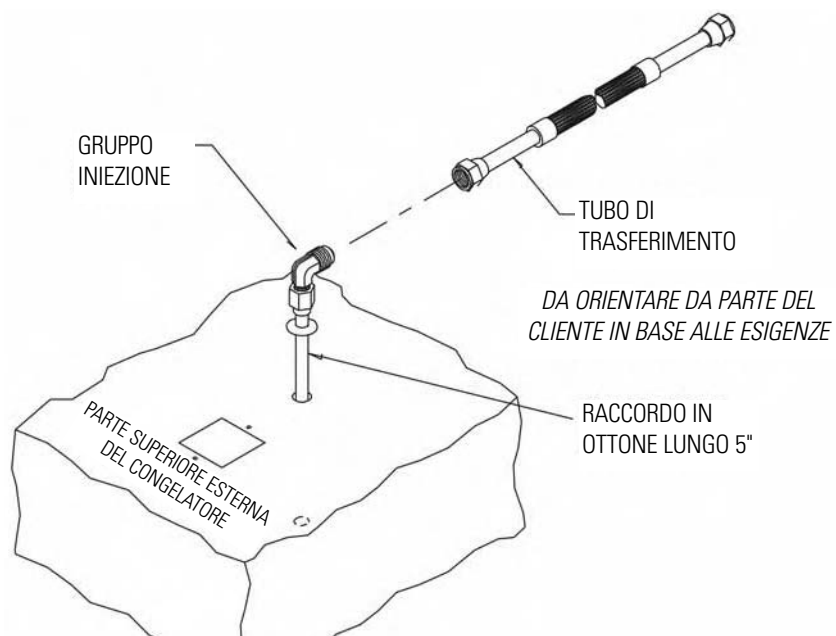

Figura 5-1. Gruppo iniezione
1. Installare il gruppo di iniezione (Figura 5-1) attraverso il foro presente da 1,3cm (1/2"), direttamente dietro il foro di areazione da 5cm (2") nel centro del soffitto della camera.